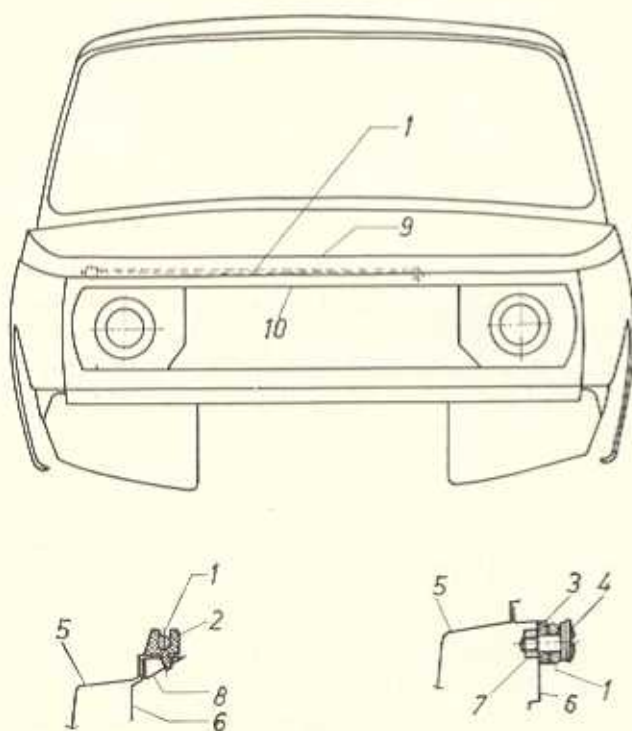

Bild K 53. Motorhaubenstütze
3. Die Motorhaubenstütze (Bild K 53)